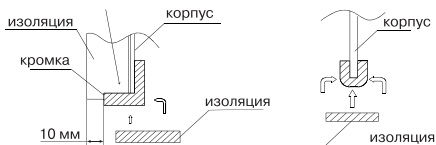

Рис. 29
7. При установке материала действуйте следующим образом тип корпуса 1 тип корпуса 2 (Рис. 29)